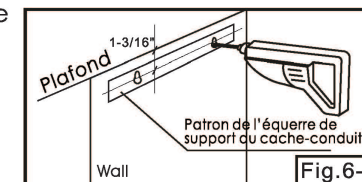

Fig.6-4
- Placez le patron de perçage de l'équerre de support du cache-conduit contre le mur, la ligne centrale du patron de perçage doit s'aligner avec la ligne centrale tracée sur le mur. La distance entre le plafond et la ligne centrale du patron de perçage doit être de 1,2pouces. Percez deux trous de $\Phi 6\text{mm}$ aux endroits indiqués. (un à gauche et l'autre à droite) (Fig.6-4)